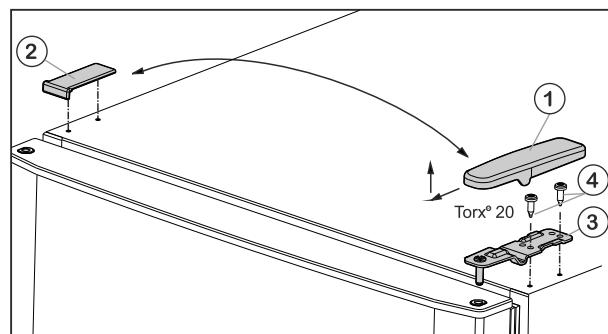

Fig. 5
- Skinite pokrov Fig. 5 (1) prema naprijed i gore.
- Podignite pokrov Fig. 5 (2).
- Odvijte gornji podložak ležaja Fig. 5 (3) (2 puta Torx® 20) Fig. 5 (4) i izvucite ga prema gore.
- Umetnute gornji podložak ležaja Fig. 5 (3) na novu stranu šarke u vrata.
- Čvrsto pritegnite gornji podložak ležaja (**s 4 Nm**) (2 x Torx® 20) Fig. 5 (4). Po potrebi upotrijebite odvijač na baterije.
- Pokrov Fig. 5 (1) postavite izvana na suprotnoj strani tako da se fiksira.
- Pokrov Fig. 5 (2) postavite odozgo na suprotnoj strani tako da se fiksira.